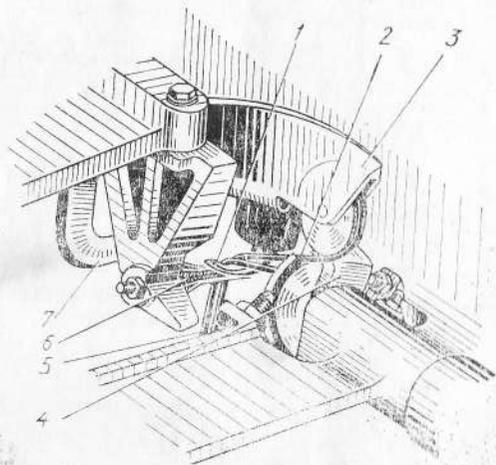

Рис. 18. Процесс подачи проволоки в зону работы крючков-узловязателей:
**Подача проволоки.** Иглы начинают двигаться в прессовальную камеру, входят в пазы поршня, увлекая за собой проволоку, выходят роликами в зону работы крючков-узловязателей 1 (рис. 18).